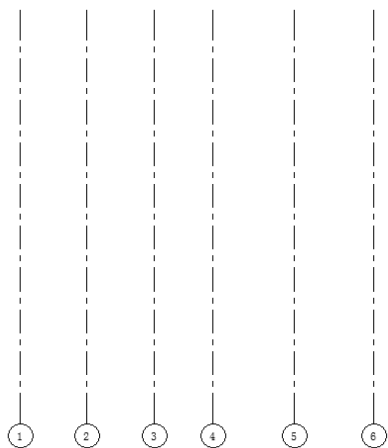

图 4-28 绘制垂直轴线
(5) 继续绘制其他竖直轴线,如图 4-28 所示。复制的轴线编号是自动排序的。当绘制轴线时,可以让各轴线的头部和尾部相互对齐。如果轴线是对齐的,则选择线时会出现一个锁形图标以指明对齐。如果移动轴网范围,则所有对齐的轴线都会随之移动。
(6) 继续指定轴线的起点,水平移动鼠标指针到适当位置单击确定终点,绘制一条水平轴线,继续绘制其他水平轴线。